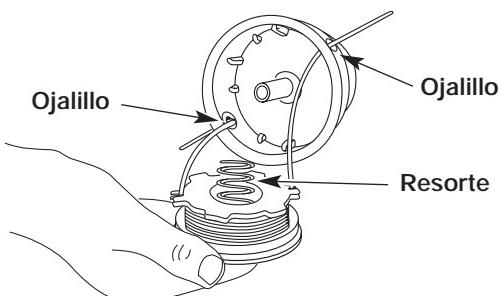

Figure 20
13. Inserte los extremos de la línea a través de los ojalillos de la bobina exterior y coloque el carrete interior con el resorte dentro de la bobina exterior (Fig. 20). Empuje el carrete interior y la bobina exterior entre sí. Mientras sostiene el carrete interior y la bobina exterior, tome los extremos y tire con firmeza para soltar la línea de las ranuras de fijación de la bobina.
5. Inserte los extremos de la línea a través de los ojalillos de la bobina exterior (Fig. 20).